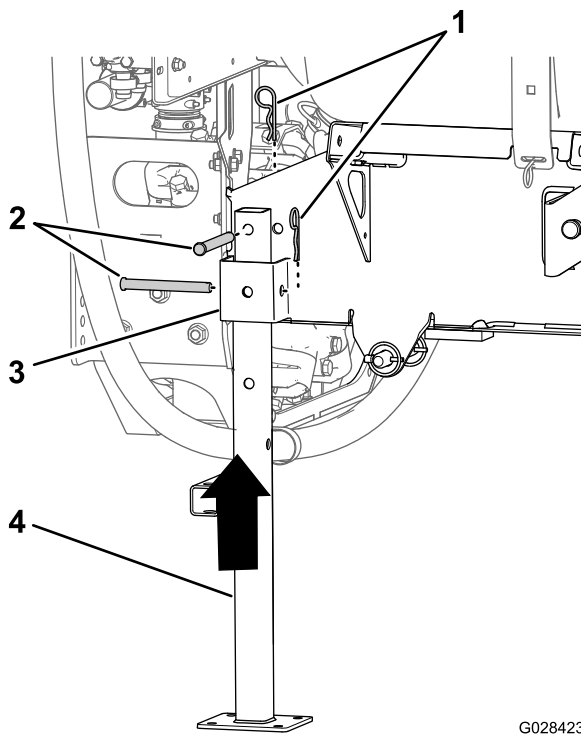

図 136
5. 後ろ用のジャッキスタンドを、タンク後部のジャッキスタンド受けに合わせる **図 136**。
6. ジャッキスタンド上部の穴を、タンクスキッドのフレームの穴に合わせる 図 136。
7. ジャッキスタンドをスタンド受けとフレームに固定するクレビスピン 1/2 x 4 1/2" 2本、ヘアピン 5/32 x 2 5/8" 2本を使用して 図 136 のように取り付ける。